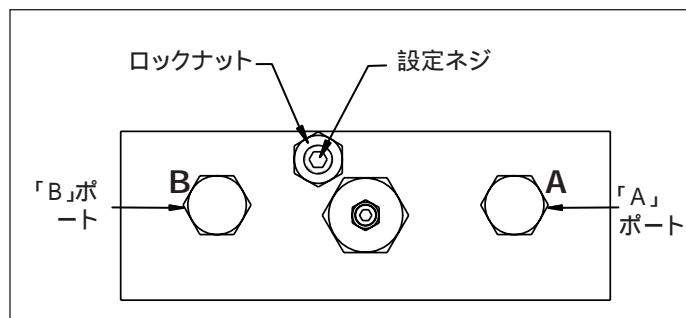

図11、調節の詳細、後退側圧力制御弁
3. 調節ができるように、後退側圧力制御弁の調節ネジのロックナットを弛めます(図11を参照)。